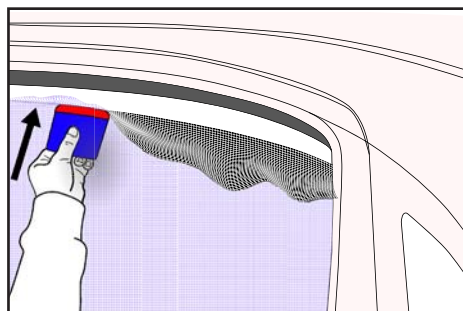

Figure 28
- › Appliquer le film microperforé à l'aide de la raclette jusqu'en haut de la vitre. (FIG. 28)